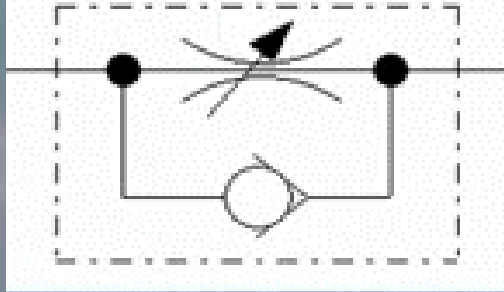

Figura 20. válvula de estrangulación y antirretorno.
Las válvulas reguladoras o estranguladoras (ver figura 20), regulan la velocidad del avance y del retroceso del émbolo de actuadores neumáticos. Esta regulación se consigue mediante una estrangulación apropiada del caudal de aire comprimido, tanto en sentido de escape como en el sentido de la alimentación del aire.
- Su conexión es muy sencilla, solo se tiene que seguir la flecha, siguiendo la figura 20, la parte izquierda es la entrada y la derecha su salida.